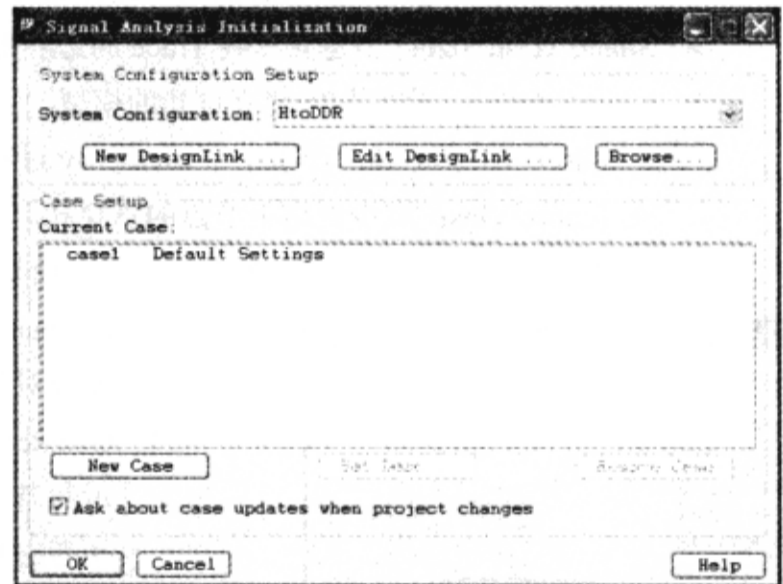

图 5-3-4 建立系统配置
(2) 在“Signal Analysis Initialization”对话框的“System Configuration Setup”区域的“System Configuration”下拉列表中选择“HtoDDR”, 如图 5-3-4 所示。